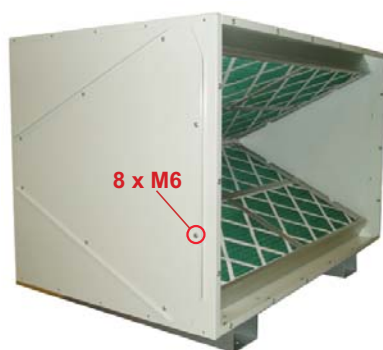

Figure 6.5
1. Dévissez les vis qui maintiennent un des capots (voir *Figure 6.5*). Retirez avec précaution le capot du boîtier du filtre sans abîmer le joint.